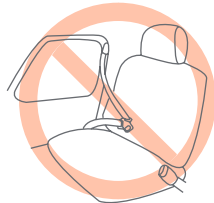

Fig. 16-3
- **NO** use un cinturón de seguridad que esté conectado a la puerta de ninguna manera. Estos tipos de cinturón de seguridad están diseñados para rodear automáticamente al ocupante cuando se cierra la puerta. Este tipo de cinturón de seguridad **NO** sujetará adecuadamente el Asiento de Seguridad. (Fig. 16-3)